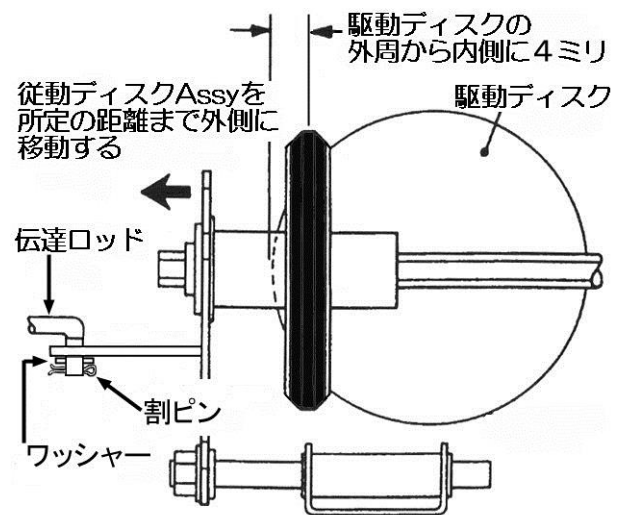
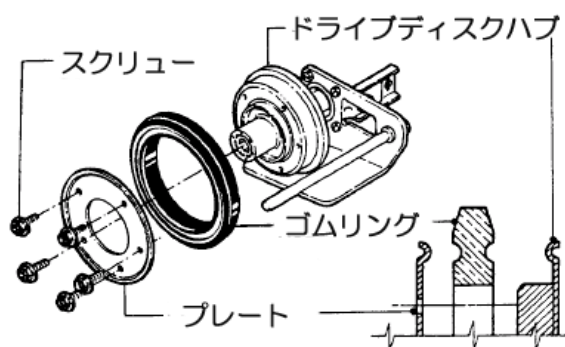

図 6-9
図6-12A
4. 従動ディスクを駆動ディスクの端から3~4ミリの位置にセットします。(図6-9)
8. 変速レバーをいったん低速に入れてから高速に戻します。従動ディスクと駆動ディスクの端の距離(3~4ミ)が狂っていないか確認します。(図6-9)
④ 従動ディスクラバーの交換
3. 駆動ディスクとゴムのリングを固定する5本のスクリューとプレートを外します。(図6-12A)
⑤ 従動ディスクのベアリングの交換
1. 伝達ロッドからピンとワッシャを取り外し、ドライブディスクAssyの穴から伝達ロッドを取り外します。(図6-9)